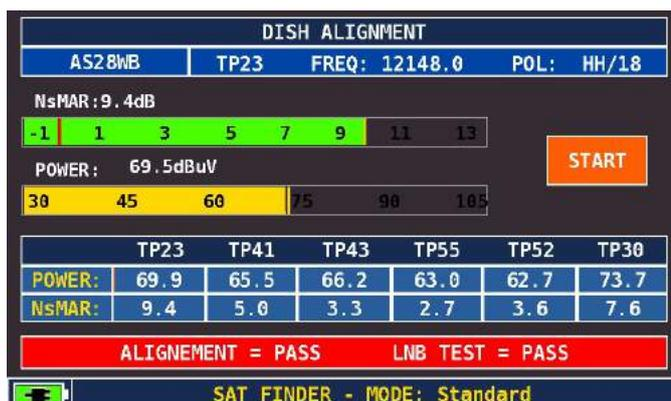

fig. 9.5 Puntamento parabola per LNB Universale (MODE = standard) : risultati dei test saranno visualizzati selezionando NEXT (seguente) rif. fig. 8.4.
13. Se MODE [B] fosse "Standard" (universale), un puntamento con successo fornirebbe le schermate di cui sotto. Se il test sui 6 trasponder termina con successo, il puntamento è completato e il risultato del test viene visualizzato (fig. 9.4). Premere il pulsante OK [7] su NEXT (seguente) per visualizzare i risultati del test (Fig.9.5).
14. Seleziona “START” (avvio) sullo schermo (rif fig. 9.5) per iniziare un nuovo puntamento oppure spegnere lo strumento se non si devono fare altri puntamento su questo sito.